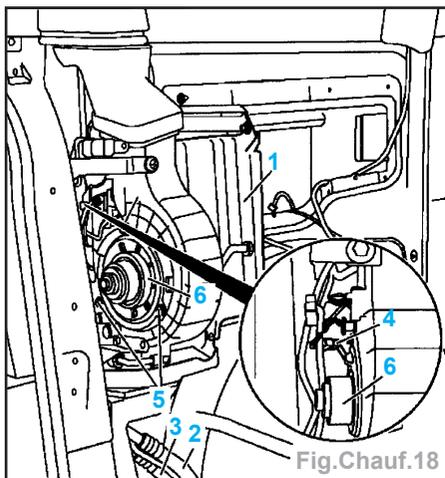

Fig.Chauf.18
- Déposer le caisson du climatiseur AR (1) (Fig.Chauf.18).
**Nota** : Ne pas déposer la conduite haute pression (2) et la conduite d'aspiration (3).
- Retirer le connecteur (4).
- Desserrer les vis (5) du moteur de soufflante (6) sur le caisson du climatiseur AR (1).
- Déposer le moteur de soufflante (6) hors du caisson du climatiseur AR (1).